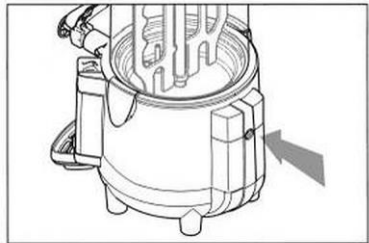

Fig. 3
5. Premere il pulsante reset (fig. 3), servendosi di un adeguato utensile.